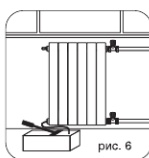

рис. 6
- 8.5. По завершению монтажных работ выполнить испытания систем отопления в соответствии с требованиями СП 73.13330.2016 «Внутренние санитарно-технические системы зданий». Гидростатическое испытание водяных систем и приборов отопления должно проводиться под давлением, в 1.5 раза превышающим рабочее давление (пример рис. 6). По факту проведения испытаний составляется акт ввода системы и приборов в эксплуатацию в установленной форме.